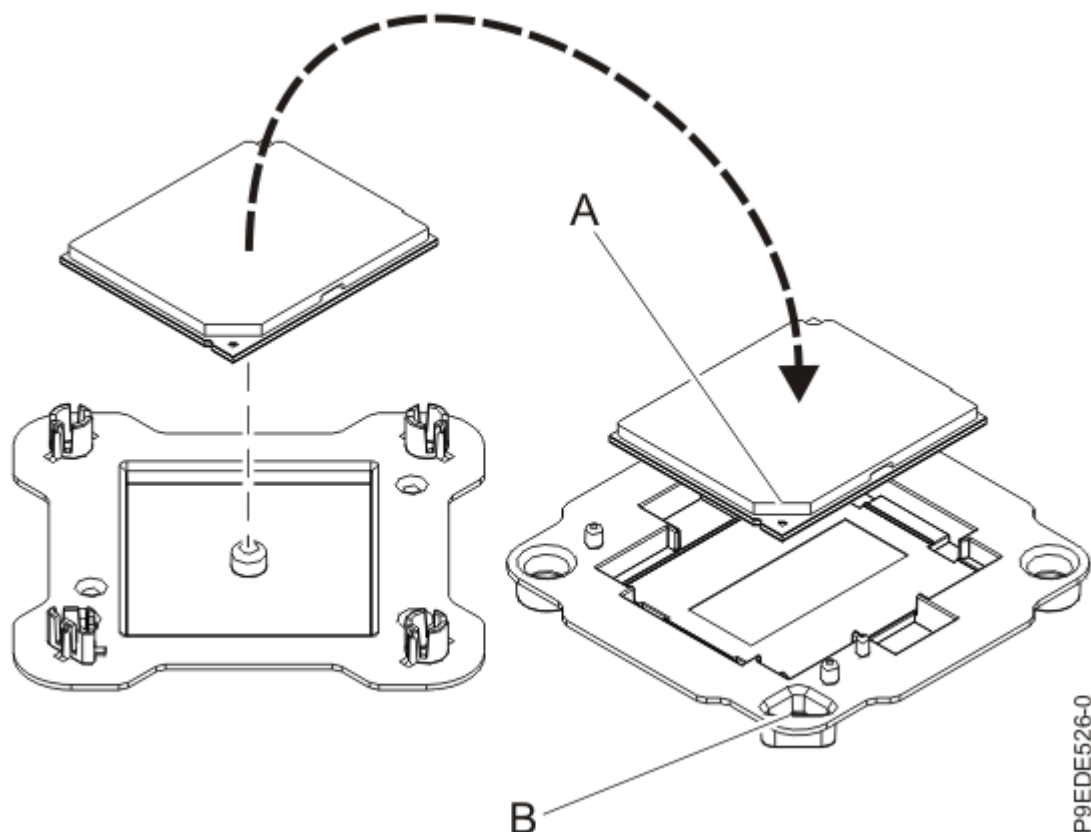

Figura 162. Cómo colocar el módulo del procesador del sistema en el empaquetado
12. Sujete con suavidad por los extremos el módulo del procesador del sistema que ha sustituido y levántelo sacándolo de la cubierta de empaquetado. Alinee la esquina biselada del módulo **(A)** con la esquina del empaquetado con el triángulo **(B)** y colóquela en el empaquetado, como se muestra en la Figura 162 en la página 179. Cierre la cubierta de empaquetado.